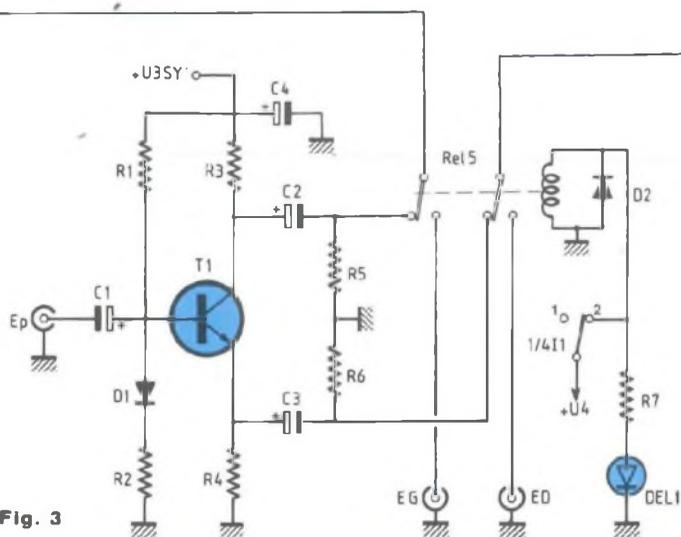
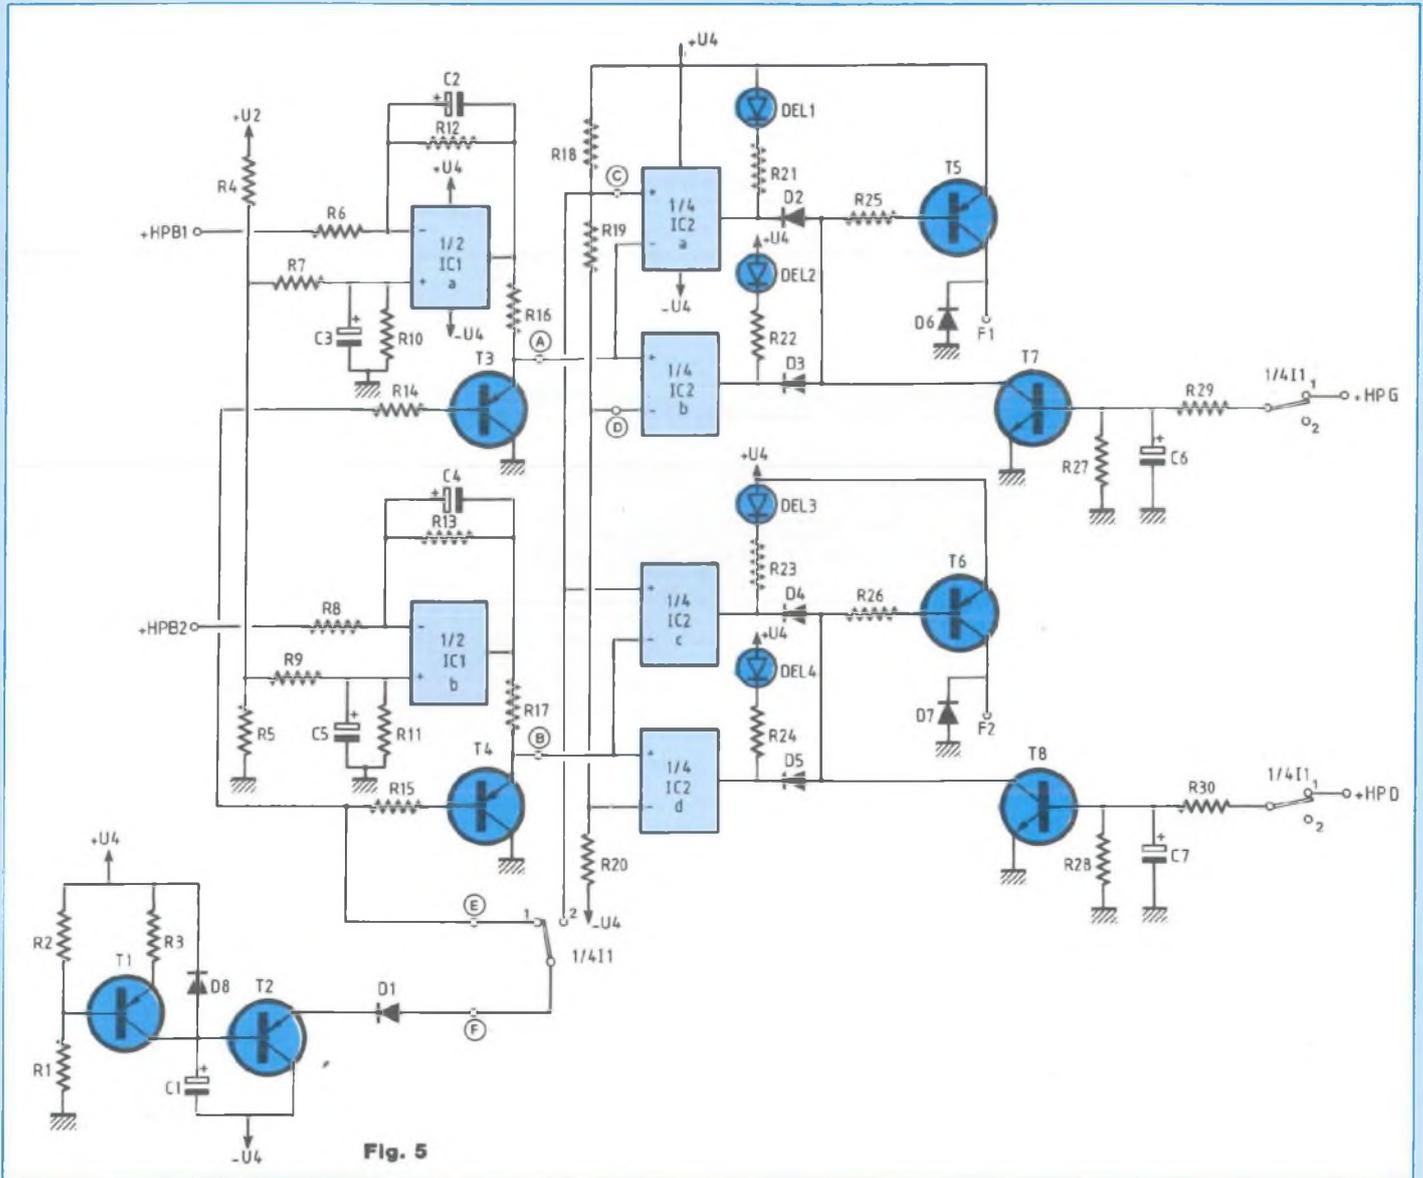

Fig. 3
Fig. 5
Visible également sur la figure 3 pour faciliter la compréhension générale de notre système, la structure du symétriseur se trouve dessinée en bas, du schéma. On ne peut plus simple, elle ne se compose que d'une cellule de déphasage, formée de R1, R2, R3, R4, R5, R6, C1, C2, C3, D1 et T1. Pour un bon fonctionnement de cet étage, qui implique une opposition de phase parfaite à 180° ainsi qu'une amplitude rigoureusement égale entre les deux signaux, il est nécessaire que R3 et R4 soient identiques. En partant de là, on obtient une amplification de 1 en attaquant directement la base de T1 par le signal d'entrée. Sachant d'autre part que la sensibilité des blocs amplis est, dans le pire des cas de 3 Veff, il faut
Pour ce qui est de D3 et D5, ces deux diodes permettent de décharger C2 et C7 lorsque l'alimentation est coupée. Pour terminer, on précisera que cette structure est absolument indispensable pour ne pas détruire l'étage amplificateur en courant de la carte, figure 3. En effet, en observant la partie R10, R11, R12, R13, R14, R15, D1, C5, T7, T8, T9 et T10, on peut remarquer qu'une mise sous tension instantanée provoquerait un courant de base, dans T7 et T9, très élevé pour charger C5. En conséquence, il y aurait destruction des deux jonctions émetteur-base. Ce système permet une mise en
Inutile pour une utilisation en stéréo, la temporisation est absolument obligatoire pour le montage en pont. En effet, il y a des pointes de plus de 80 V continu à la mise sous tension, ce qui peut être destructeur pour l'enceinte. De structure assez modeste, elle fait l'objet de la figure 5. La temporisation est extrêmement simple et ne se compose que de R1, R2, R3, C1, D1, D10, T1 et T2. L'ensemble forme un générateur qui charge un condensateur C1 à courant constant, en une vingtaine de secondes environ. D10 permet la décharge de C1 lors de la coupure de l'alimentation. T2 sert de suiveur pour que les autres circuits n'affaiblissent pas le courant du générateur, ce qui pourrait empêcher la charge de C1. L'interrupteur I1 étant en position 1, la temporisation sature T3 et T4 jusqu'à ce qu'elle ait terminé son action, à partir de la mise sous tension. De là, on force à 0V les entrées + et - de IC2, repérées par (A) et (B). Analysons le fonctionnement des comparateurs. Reliés deux à deux, ils forment deux comparateurs à fenêtre (pour a et b et c et d). Deux références de tensions sont fixées aux points (C) et (D). Elles sont les images des ddp continues à ne pas dépasser, éventuellement recueillies en sorties des amplis, et qui s'élèvent à + 0,64 V et - 0,64 V. De ce fait, comme on a 0 V en (A) et (B), toutes les sorties de IC2 sont à l'état haut. T5 et T6 sont alors bloqués, REL3 et REL4 (voir figure 3) sont au repos, ce qui permet à C11 de se charger en douceur au travers des haut-parleurs. S'il intervenait un problème quelconque qui fasse qu'une composante continue apparaisse sur le + de C11, T7 (ou T8 selon la voie incriminée) se saturerait, provoquant celle de T5 (ou T6) qui activerait REL3 et REL4 pour couper la sortie. En effet, T7 et T8 fonctionnent en émetteur commun, une charge positive sur leurs bases les fait se saturer. C'est ce qui se passerait ici grâce aux atténuateurs filtrants que sont
R29, R27 et C6 (ou R30, R28 et C7) qui court-circuitent les signaux dynamiques pour ne laisser passer que le continu. Maintenant, lorsque +HPB1 et +HPB2 sont à U2/2 et que la temporisation a terminé son action, 1/2IC1a et 1/2IC1b surveillent étroitement le fonctionnement des amplis 1 et 2. Une dérive de ± 5 V est tolérée pour +HPB1 et +HPB2. Passé ce cap, l'alerte est donnée et les enceintes sont déconnectées. Le système est simple et fait appel à deux structures différentielles atténuatrices (pour que IC1 puisse fonctionner, dans sa gamme de tension d'alimentation de ± 12 V) et filtrantes (pour ne traiter que le régime statique). Les tensions +U2/2 et +HPB1 sont comparées par les entrées + et - de 1/2IC1a. Un écart de ± 5 V se traduit par une variation de $\pm 0,64$ V en sortie de 1/2IC1a, qui fait alors basculer 1/4IC2a ou 1/4IC2b (cela dépend du sens de variation) au \emptyset L, sature T5, fait commuter REL3 et REL4 qui coupent l'enceinte. A noter que dans ce mode, T7 et T8 ne servent qu'à la mise sous tension, en cas d'urgence. Maintenant, en configuration pontée, les choses se passent autrement. Effectivement, il ne faut pas que le haut-parleur se trouve raccordé à la mise sous tension, et ce pour les raisons évoquées en début de chapitre. L'interrupteur étant basculé en position 2, le circuit de temporisation tire le point (C) à -U4 au départ. Par conséquent IC1a et b n'ont plus aucune influence et les sorties de IC2a et c se retrouvent au \emptyset L. T5 et T6 commutent, activent REL3 et REL4 et de ce fait la charge est hors service. Les secondes passent, les potentiels s'équilibrent et se stabilisent tandis que le potentiel de temporisation augmente. Arrivé à + 0,64 V, D1 se bloque, si tout se passe normalement (+HPB1 et +HPB2 # + U2/2) alors IC2a et IC2c repassent à l'état haut, bloquant T5 et T6. Ainsi, REL3 et REL4 retrouvent leur point de repos et le H.P. est connecté. Simple non ? I1 en position 2 implique aussi que T7 et T8 soient complètement désactivés et que REL1 aiguille bien les entrées des deux blocs amplis vers le symétriseur, tout en allumant une petite diode led DEL1, qui informe l'utilisateur que le système est ponté (fig. 3). En ce qui concerne les diodes D2, D3, D4 et D5, elles permettent de rendre les sorties de IC2 indépendantes. Chaque couple (D2, D3 et D4, D5) forme un "OU" logique. Grâce